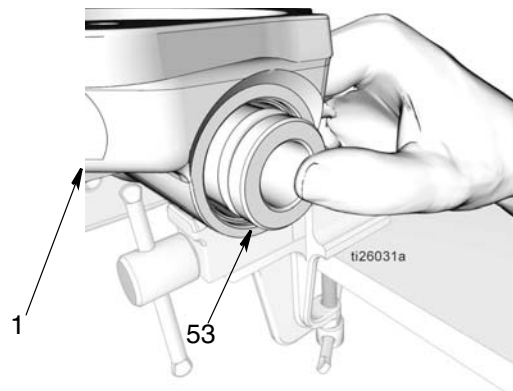

图 43
- d. 使用拇指将衬套 (53) 按入泵底座 (1)。然后使用软杆，将衬套尽可能地向下按 (图 43)。